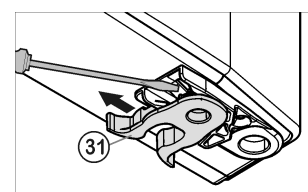

Fig. 6
- ▶ Pružinovou svorku Fig. 6 (31) přesadit: Stisknutím zářezku pro uchycení, přesto stáhněte pružinovou svorku.